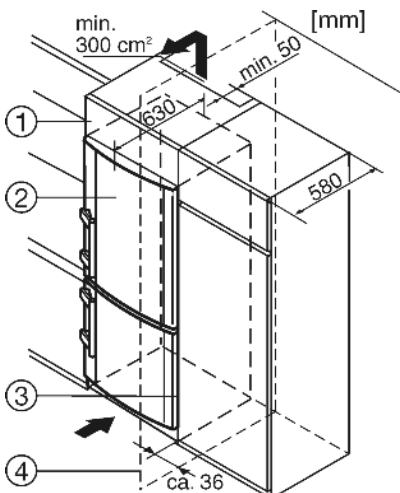

Fig. 11
(2) Устройство
Устройство может быть окружено предметами кухонной обстановки. Чтобы уравнивать устройство *Fig. 11 (2)* по высоте с кухонной стенкой, можно установить над устройством соответствующий дополнительный шкафчик *Fig. 11 (1)*.
При комбинировании с обычными кухонными шкафами (глубиной макс. 580 мм) устройство можно установить непосредственно рядом с кухонным шкафом *Fig. 11 (3)*. Дверца устройства выступает по сторонам на 34 мм и по центру устройства на 50 мм относительно передней стенки кухонного шкафа. Поэтому ее можно свободно открывать и закрывать. Важно для вентиляции:
Если устройство установлено на шарнирах у стены *Fig. 11 (4)*, то расстояние между устройством и стеной должно быть не менее 36 мм. Настолько выступает ручка при открытой дверце.
(4) Стенка